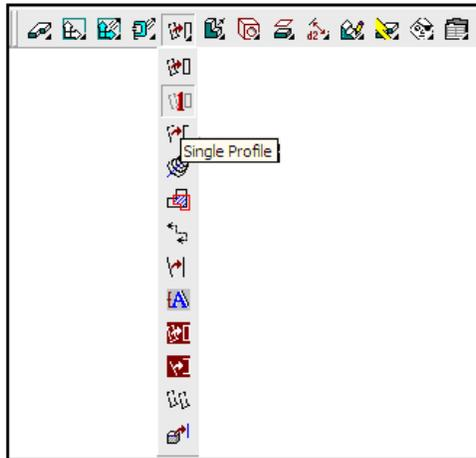

Figura 53
9. Seleccionamos *Single Profile* con el botón izquierdo del mouse para que automáticamente convierta el rectángulo en una figura paramétrica, como se muestra en la figura 53.